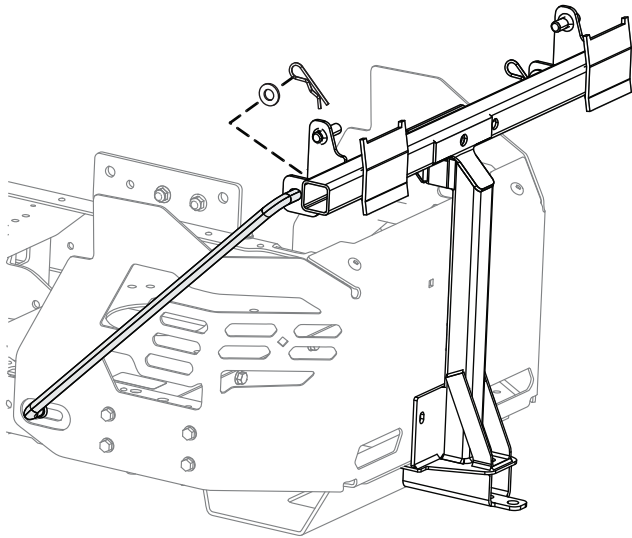

Bild 17
7. Setzen Sie das gebogene, flache Ende einer Stange in den verkeilten Schlitz an der linken Seite des Maschinenrahmens ein und bewegen die Stange nach hinten, damit sie im Rahmen sitzt (**Bild 17**).
- Setzen Sie die gebogenen Enden der Stangen in die Anbaugerätbefestigung ein, wie in Bild 17 abgebildet, und befestigen Sie das Ende jeder Stange mit einer Scheibe und einem Splint.